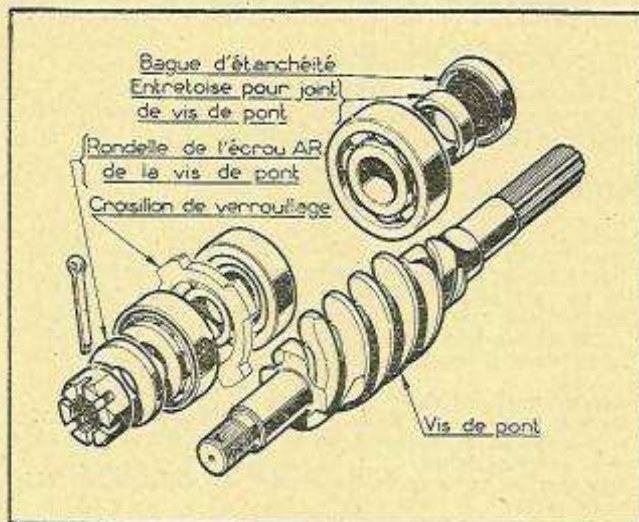

Fig. 55. — Déshabillage de la vis.
- Sortir le roulement AR (comprenant les deux roulements jumelés et le croisillon de verrouillage) (fig. 55).